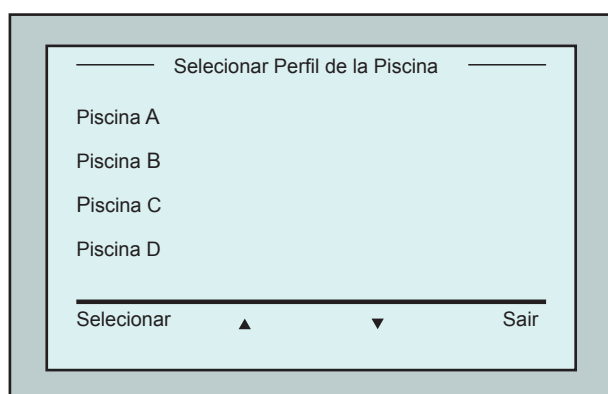

Figura 9: Ecrã Perfil da Piscina
2. A partir do ecrã Wave, pressione **Piscina A**. O ecrã *Perfil da Piscina* aparece (Figura 9).